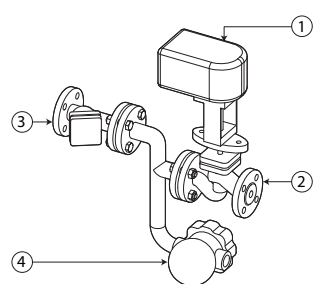

Fig. 4.b
- Im Falle von Regelventilen mit gewindegebohrten Anschlüssen SAKV****U* in Kombination mit einem optionalen Bausatz SAKR****U* sind die Adapter an das Ventil gemäß Fig. 4.a anzuschließen.
- Den Stellantrieb SAKA***** ① an das Regelventil anschließen ②.